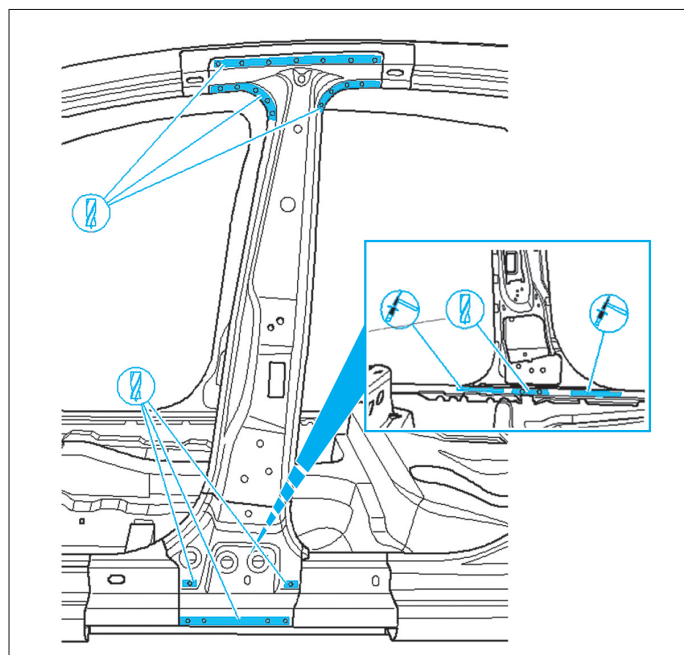

FIG. 38
- Percer et meuler les soudures du renfort puis le déposer (Fig.38).